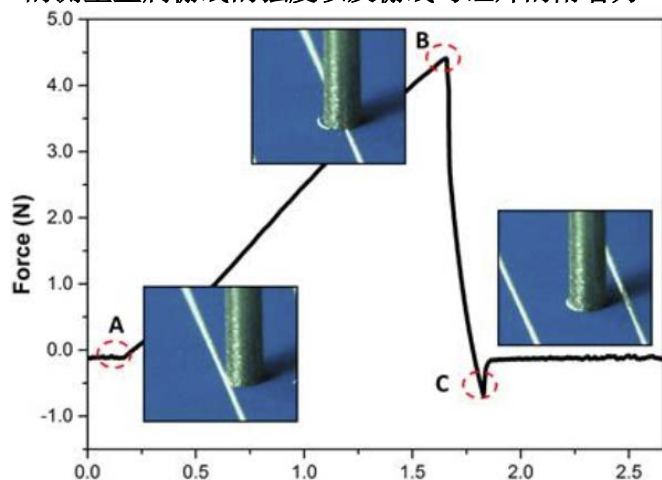

图1：阻力扫描显示的是触针扫过丝网印刷副栅并切开副栅的状况
- 这是唯一的一种可以区分副栅的内秉强度（图1）和副栅与硅片附着力（图2）的技术。对于分析栅线本身的机械属性和附着力属性非常重要。